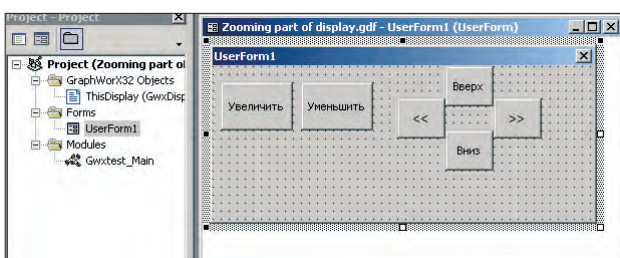

Рис. 15. Создание пользовательской формы
1. Открыть редактор VBA (Alt + F11) и создать в нем пользовательскую форму, содержащую кнопки управления масштабом, как показано на рис. 15.